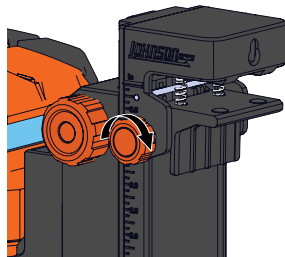

Figure 34
3. Pour fixer l'accessoire de montage sur rail à un rail, tournez le plus petit bouton de réglage pour ouvrir la pince du rail. (Figure 34)